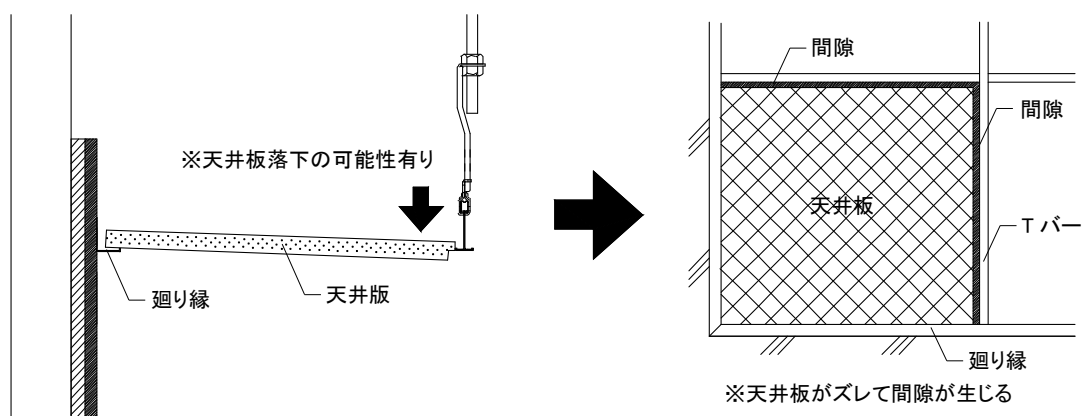

図2-8-1 天井板切断の誤り例(指定寸法より短い場合)
②壁際周辺の天井板については、現場で必要寸法を実測して切断し天井板を載せ掛ける。設置時は、以下の点に留意すること。
- 5) 壁際やコーナー部の天井板を設置の際、指定寸法より短い場合はTバーとの間に隙間が空き天井板が落下する恐れがある為、必ず指定寸法で切断すること。(図2-8-1 参照)